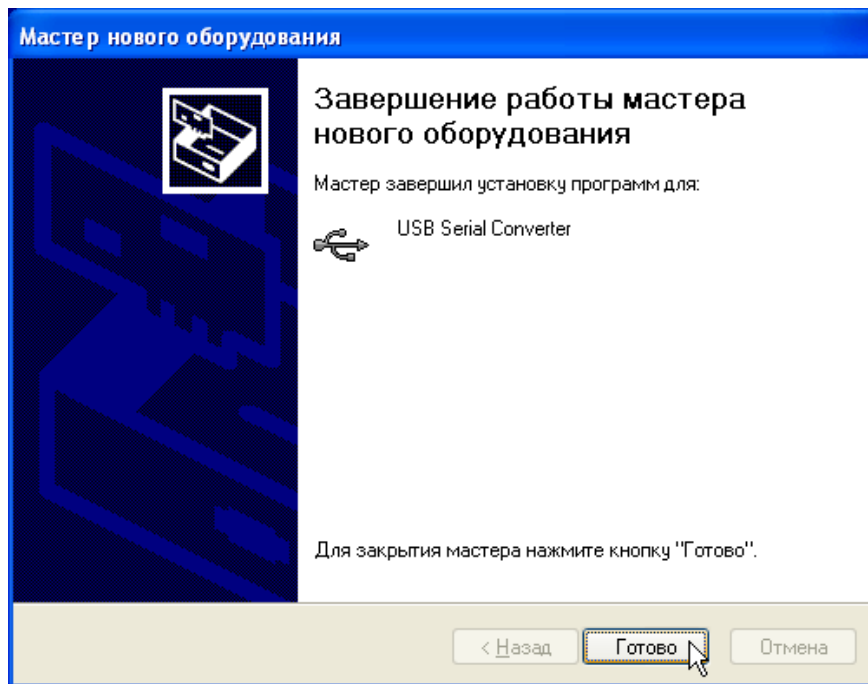

Рис.4. Окно "Завершение работы мастера нового оборудования".
2.6 Нажать кнопку **"Далее"**. После установки драйвера появится окно завершения работы мастера нового оборудования (рис.4).